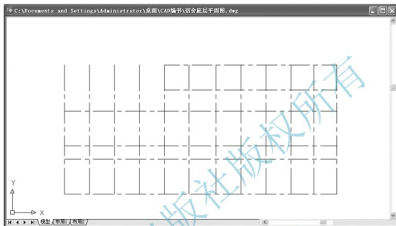

图 2.30 修剪 5 轴线左侧的 E、F 轴线
(1) 单击【修改】工具栏上的【修剪】图标或在命令行输入“TR”并按 Enter 键，启动【修剪】命令。
① 在**选择对象或 <全部选择>**: 提示下，单击 5 轴线上的任意位置，则 5 轴线变虚。注意，该步骤所选择的对象是剪切边界，即下面将以 5 轴线为剪切边界来修剪 E、F 轴线。
② 在**选择要修剪的对象，或按住 Shift 键选择要延伸的对象，或 [栏选 (F)/ 窗交 (C)/ 投影 (P)/ 边 (E)/ 删除 (R)/ 放弃 (U)]**: 提示下，将光标移至 E、F 轴线上，在 5 轴线左边的任意位置单击，这样就以 5 轴线为边界将 E、F 轴线位于 5 轴线左侧的部分剪掉了，结果如图 2.30 所示。